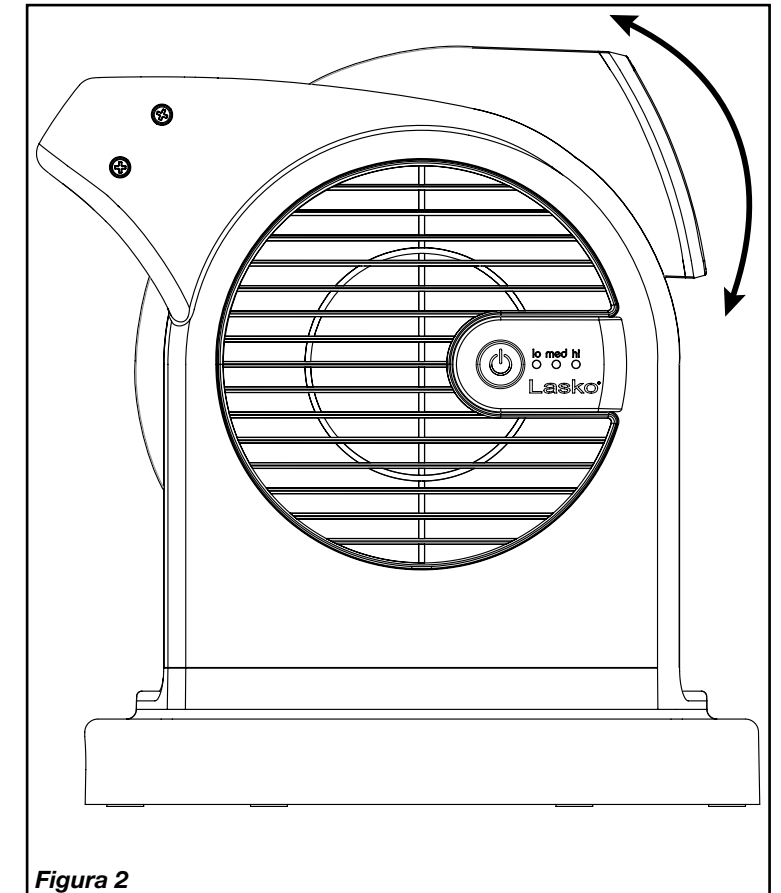

Figura 2
5. Para ajustar el ángulo vertical, presione el panel del Ventilador hacia delante o hacia atrás hasta la posición deseada. Es normal escuchar un sonido de clic mientras realiza esta función. (Figura 2)